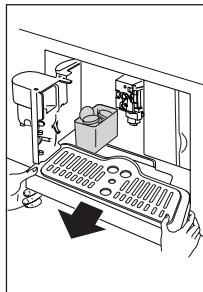

Fig. 24
- Scoateți tăvița de scurgere și recipientul pentru zațul de cafea (Fig. 24).